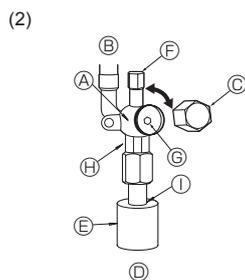

Fig. 4-6
- ② Assicurarsi che la valvola d'arresto sia completamente aperta e riportare il cappuccio alla posizione originale.
(2) Lato liquido (Fig. 4-6)
- ① Togliere il cappuccio e girare fino a quando è possibile l'asta della valvola in senso antiorario utilizzando una chiave esagonale di 4 mm. Smettere di girare quando si urta l'otturatore.